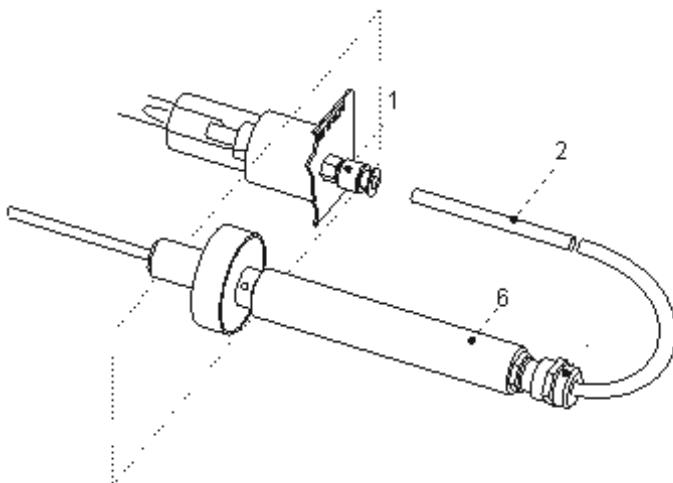
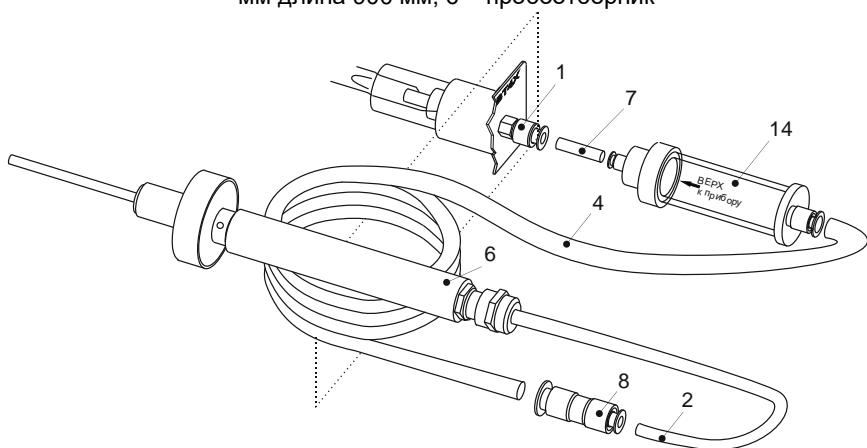

Рис. 1. Схема соединения элементов пробоотборника с газоанализатором
Рис. 2. Схема соединения удлинителя и устройства защиты детектора с газоанализатором
- 1.1. Отсоедините трубку фторопластовую 2 от переходника 1 (рис. 1). Соедините устройство 14 с переходником 1, используя трубку 7 (поставляется с устройством), и с удлинителем, трубку 2 соедините с переходником 8 удлинителя (рис. 2).
2.3. Для проверки чистоты устройства с помощью фторопластовой трубы 7 соедините выход устройства с входным штуцером 1 газоанализатора (см. рис. 2), а вход – с фильтром-поглотителем и включите газоанализатор. Если показания газоанализатора не превышают  $5 \text{ mg/m}^3$ , устройство считается пригодным к использованию. Если показания газоанализатора превышают  $5 \text{ mg/m}^3$ , следует промыть фильтр повторно и заменить мембранны.